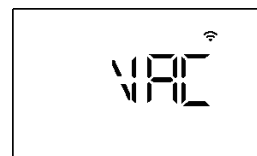

图35
- 2.如图35所示，当屏幕上闪烁“VAC”时，表示净水器处于手动清洗模式（此时自动清洗功能已被禁用）。